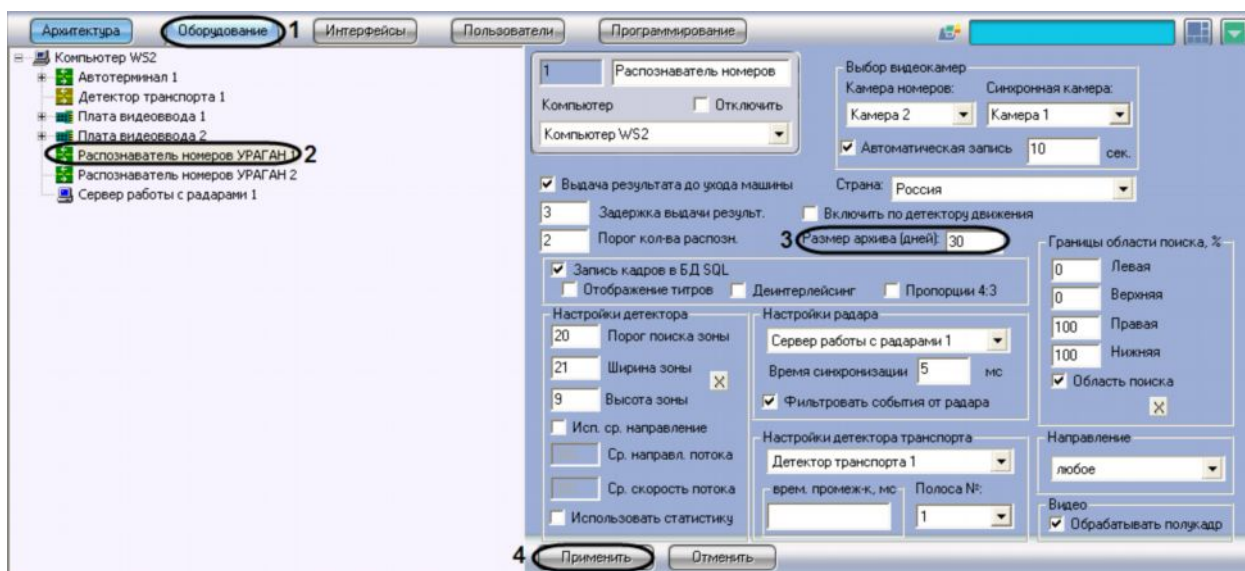

Рис. 7.2.8-1 Настройка глубины хранения записей в базе данных
1. В диалоговом окне «Настройка системы» перейти на вкладку «Оборудование» (см. Рис. 7.2.8-1, 1).
2. В дереве объектов на вкладке «Оборудование» выбрать объект «Распознаватель номеров УРАГАН», соответствующий настраиваемому программному модулю «Ураган» (см. Рис. 7.2.8-1, 2). В правой части вкладки «Оборудование» отобразится панель настройки выбранного объекта.
3. В поле «Размер архива (дней)» указать глубину хранения записей в базе данных (см. Рис. 7.2.8-1, 3). Единица измерения параметра «Размер архива (дней)» выражается в днях.
4. Нажать кнопку «Применить» (см. Рис. 7.2.8-1, 4).